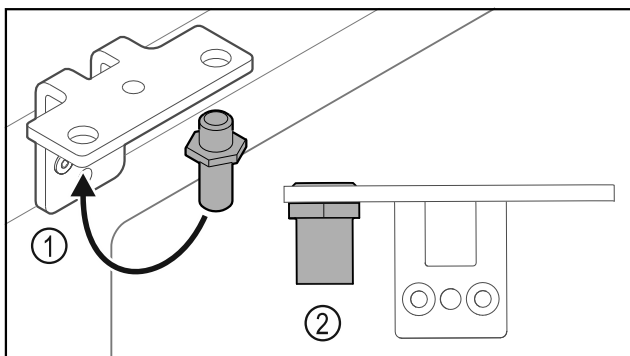

Fig. 36
- Helyezze át a csuklópántban a csapszeget Fig. 36 (1).
- Húzza meg a csapszeget Fig. 36 (2) **12 Nm-es forgatónyomatékkal**.